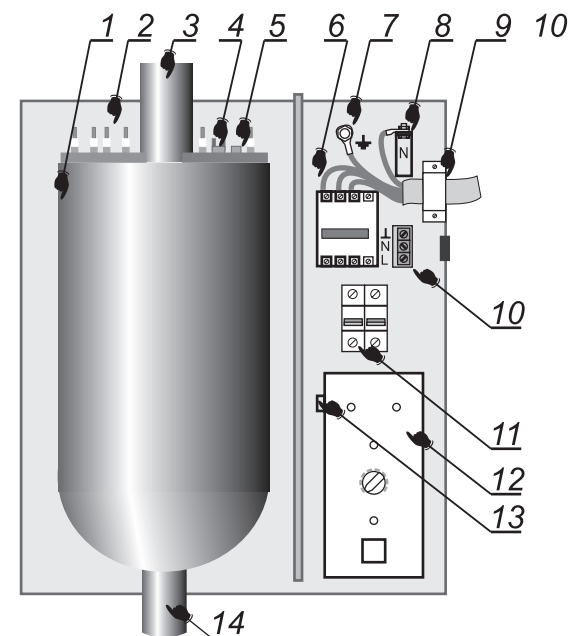

Рис.1.
5.1. Отопитель состоит из трёх основных частей: теплообменника (бака), элементов коммутации (пускатель и автоматические выключатели) и блока управления, закреплённых на основании и закрытых съёмным кожухом (рис.1).